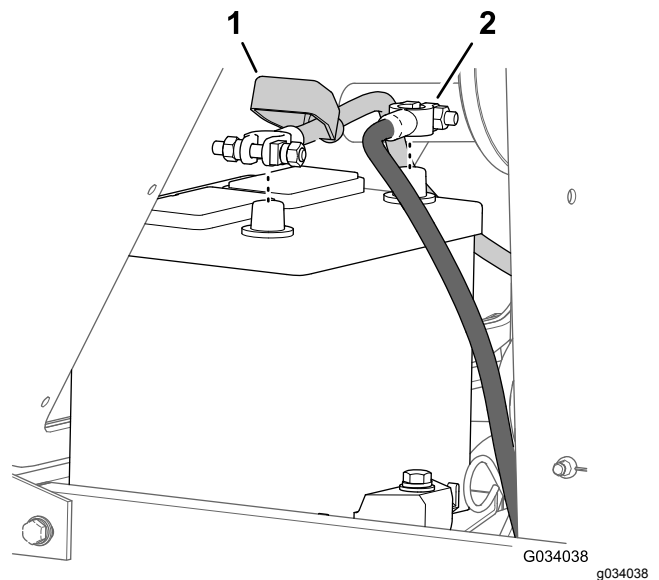

Bild 51
2. Klemmen Sie das Minuskabel (-) vom Batteriepol ab (Bild 51).
3. Schieben Sie die Isolationskappe von der Kabelklemme der Batterie weg (Bild 51).
4. Klemmen Sie das Pluskabel (+) vom Batteriepol ab (Bild 51).
7. Schließen Sie das Pluskabel (+) am Pluspol der Batterie (Bild 51).
8. Schließen Sie das Minuskabel (-) am Minuspol (-) der Batterie an (Bild 51).